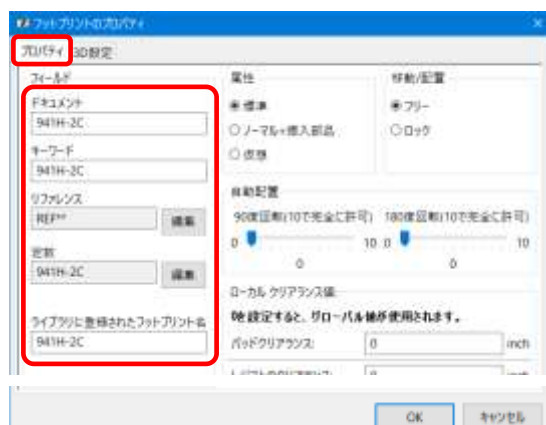

図 14-3
(3) プロパティの編集
- ① 上ツールバー 「フットプリントのプロパティ」をクリックします。
- ② フットプリントの「プロパティ」の記述を変更します。 図 14-3